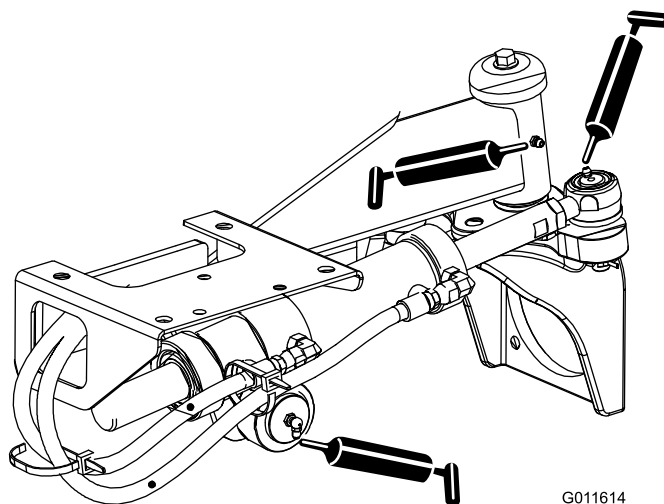

Figura 33
- Articulaciones esféricas del cilindro de dirección (2) y eje trasero (1) (Figura 33)